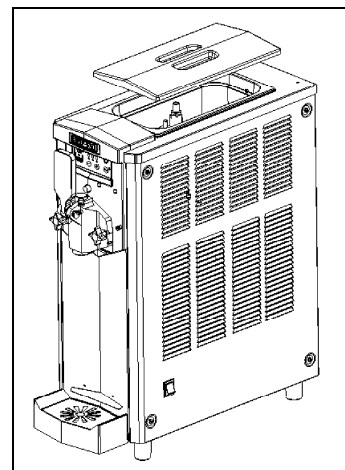

Fig. 8
- Remettre le couvercle sur le bac, insérer la fiche et activer l'interrupteur principal A (fig.8).